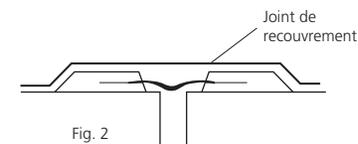

Fig. 2
- En zones circulées, la bande doit être collée avec **532 UTAREP H 80 C\*** ou **533 UTAREP H 80 F\*** et protégée par la mise en place d'un couvre-joint ou par réalisation d'une engravure (Fig. 2 et 3).